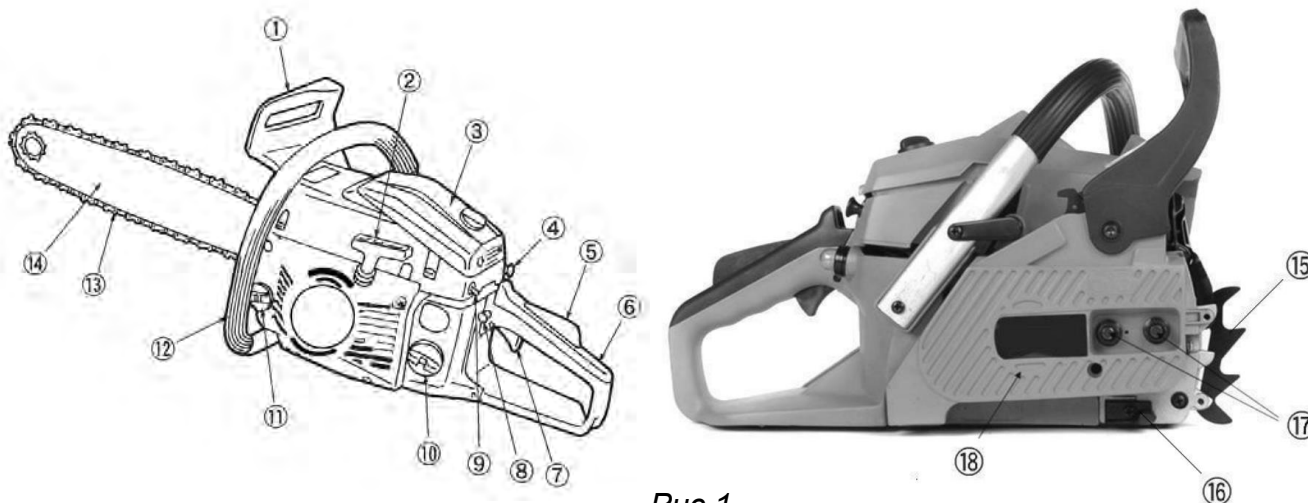

Рис.1
### Ручка тормоза цепи (1) (см. Рис.1)
Для безопасности, цепная пила оснащена тормозом цепи (1) (см. Рис.1). Тормоз цепи включается автоматически в случае резкого, сильного отскока, который вызывается прикосновением конца пилы к древесине во время работы. Тормоз цепи служит для блокировки пильной цепи перед стартом, и для ее моментальной остановки в экстренных случаях.
### **Выключатель зажигания двигателя (9) (см. Рис.1)**
### **Рычаг блокировки газа (5) (см. Рис.1)**
Предотвращает случайное включение двигателя (приведение пильной цепи в движение). Рычаг газа (7) не может быть нажат, если не нажат рычаг блокировки газа (5) (см. Рис.1).
### **Задняя ручка (6) (см. Рис.1)**
### **Пильная цепь, снижающая риск отскока (13) (см. Рис.1)**
### **Зубчатый упор (15) (см. Рис.1)**
### **Цепеуловитель (16) (см. Рис.1)**